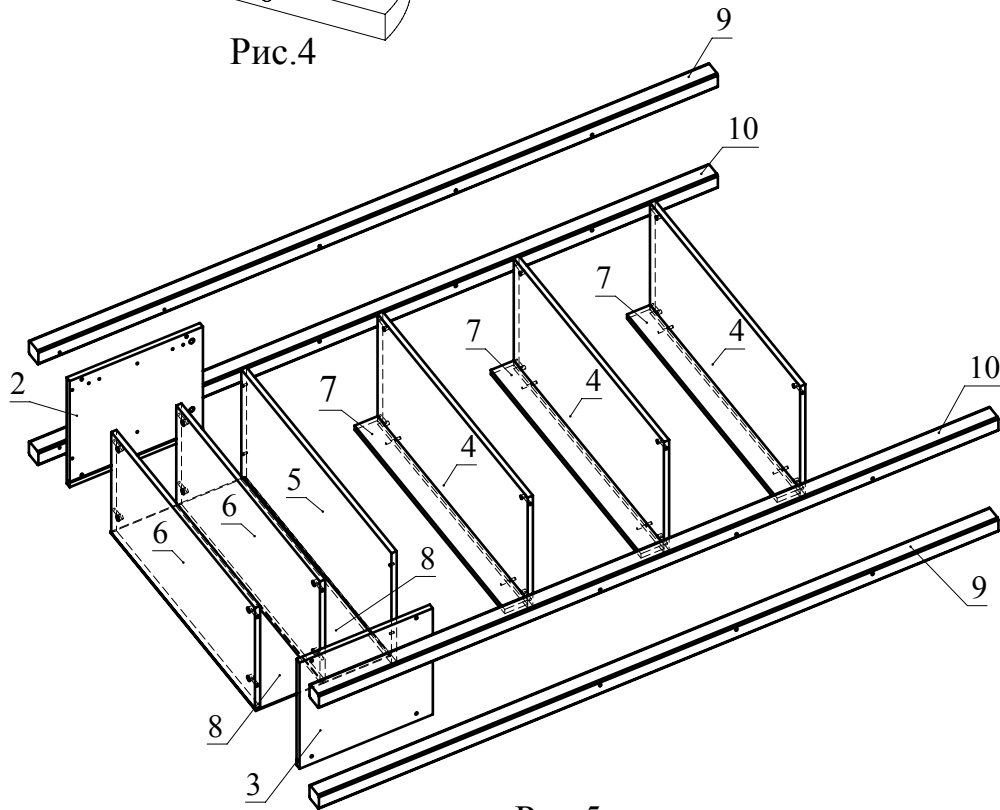

Рис.5
4. С помощью конфирматов 7x50 прикрепите деталь 2 к деталям 9, 10; деталь 3 к деталям 9, 10. Установите детали 6 между деталями 2 и 4 и зафиксируйте, затянув конфирматным ключом головки минификсов. Стяните при помощи винтов М6х90 деталь 4 с деталями 9, 10. С помощью конфирматов прикрепите детали 7 к деталям 4. С помощью конфирматов прикрепите детали 2 и 3 к деталям 9, 10. Установите накладки для профиль-ножек на детали 9, 10 (Рис. 5).